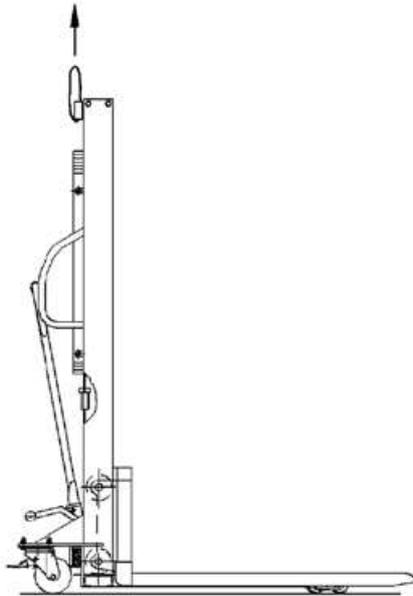

Figure 2 Schéma de levage du gerbeur manuel
6. La position correcte d'élingage est indiquée sur la figure 2.